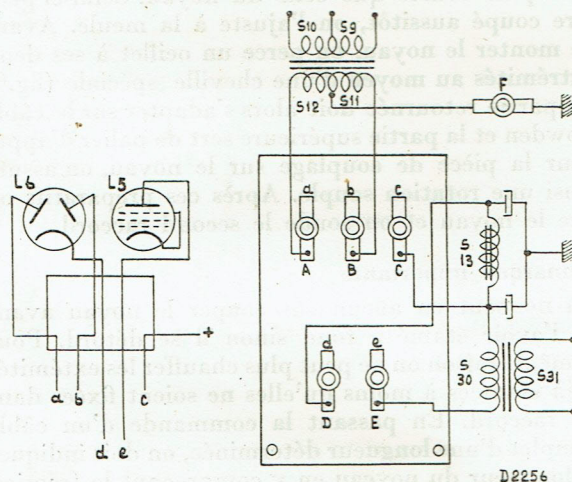

Fig. 6
- IV. Contrôler si la tension anodique, existe par exemple en la mesurant entre le point C sur le tableau à bornes et le châssis (fig. 6). Si cette tension est anormale, on devra défaire la connexion H.T. entre les parties „alimentation” et „réception” (c fig. 6). Si la tension devient alors normale, on devra rechercher le défaut dans le récepteur, par contre si elle reste anormale, le défaut se trouvera dans la partie alimentation.
c, d, et e sur la plaque de connexions (fig. 6). Ne pas démonter la plaque antérieure de la partie „réception”.
Dessouder sur la plaque à bornes les connexions A, B et F (fig. 6).